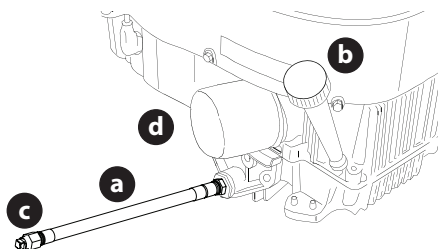

Figure 35
1. Repérez l'orifice de vidange d'huile (a) sur le côté du moteur (Figure 35).
2. Placez un récipient de récupération d'huile approprié d'une capacité d'au moins 2,37 litres sous l'ouverture du tuyau de vidange d'huile pour collecter l'huile usagée. Retirez le bouchon de remplissage huile ou la jauge du tube de remplissage d'huile (Figure 35).
3. Tout en maintenant l'extrémité libre du tuyau de vidange d'huile au-dessus du récipient de récupération d'huile, dévissez le bouchon du tuyau à tête carrée (c) de l'extrémité du tuyau de vidange d'huile (Figure 35). Vidangez l'huile moteur dans le récipient de récupération d'huile.
5. Retirez le filtre à huile (d) et videz-le dans le récipient de récupération d'huile (Figure 35).
6. Remettez le filtre à huile (d) en place, puis remplissez le moteur avec de l'huile neuve comme indiqué dans la notice d'utilisation du moteur (Figure 35).